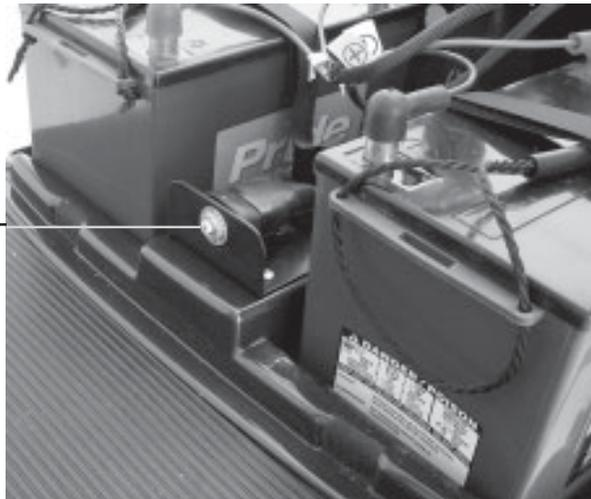

Abb. 9a. Heckteil
- Der Hauptsicherungsschalter befindet sich in dem vordersten Teil des Hecks, zwischen den Batterien. Siehe Abb. 9a.